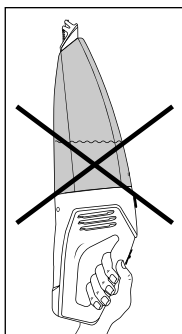

Fig. 4
- Si vous portez l'appareil à l'horizontale ou avec l'embout pour aspiration de liquides **1** pointant vers le haut, une fuite de liquide peut se produire (voir fig. 4 et 5):